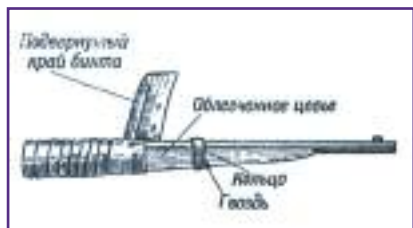

Рис. 37. Облегчение и обмотка цевья
4. Цевье, начиная от нагеля до дульной части, срезается на нет (рис. 37). Затем из мягкой железной, латунной или дюралевого трубы диаметром 20-30 мм и толщиной не более 1 мм вырезается кольцо, которым облегченное цевье скрепляется со стволом. Чтобы кольцо не сдвигалось, перед ним вбивается маленький гвоздь (см. рис. 37).
Для прочности и амортизации удара цевье вместе со стволом обматывается толстым шпагатом, киперной лентой или обыкновенным бинтом. Перед обмоткой само цевье и обматывающий материал пропитываются казеиновым клеем. Если обмотка делается бинтом, то наружный край его подвертывается внутрь (см. рис. 37). При прочной обмотке цевья скрепляющее кольцо можно не ставить.